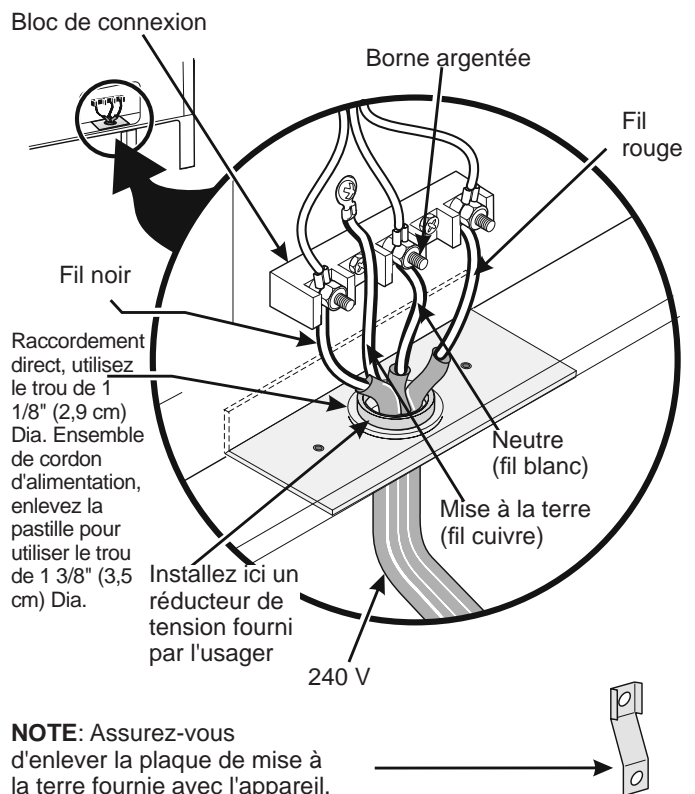

Figure 9
Si les codes locaux ne permettent PAS la connexion du conducteur de mise à la terre du châssis au fil neutre du cordon d'alimentation en cuivre (voir figure 9).
1. Enlevez la vis qui retient le couvercle arrière afin de vous permettre d'atteindre les bornes du bloc de connexion de la cuisinière (voir figure 9).
3. Branchez le fil de mise à la terre (vert) du cordon d'alimentation cuivré, au châssis de l'appareil avec la vis de mise à la terre, à l'aide du trou dans le châssis à l'endroit où la bande de mise à la terre a été enlevée (voir Figure 9).